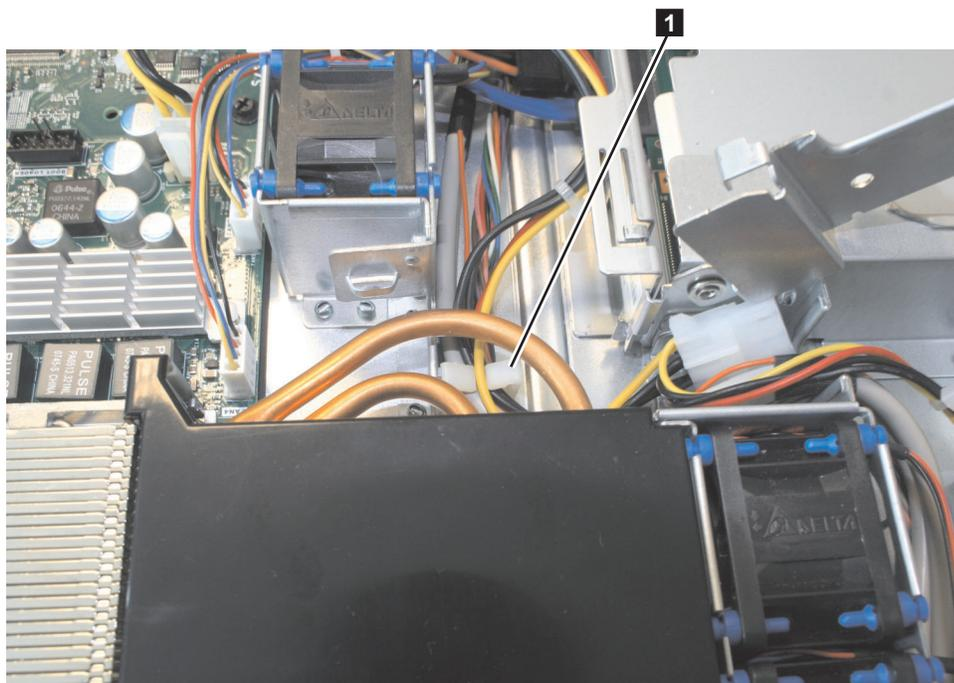

図 149. SAN ボリューム・コントローラー 2145-8A4 電源機構ケーブルの保持クリップ
9. 図 149 に示すように、保持クリップ **1** から、コネクタ P5 で終端する電源ケーブルを外します。